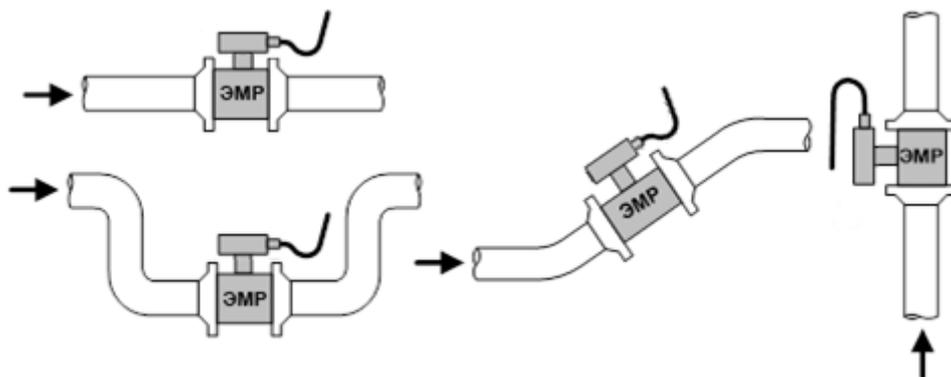

Рис.1. Рекомендуемые места установки ЭМР в трубопроводе.
- 3.2.1. ЭМР допускается монтировать в горизонтальный, наклонный или вертикальный трубопровод с восходящим потоком (рис.1). При этом должны выполняться следующие требования:
- 3.2.4. В случае невозможности установки расходомера в рекомендуемых местах (рис.1) допускается монтаж изделия в верхней точке трубопровода (рис.2а) или на нисходящем потоке напорных трубопроводов (рис.2б, 2в).